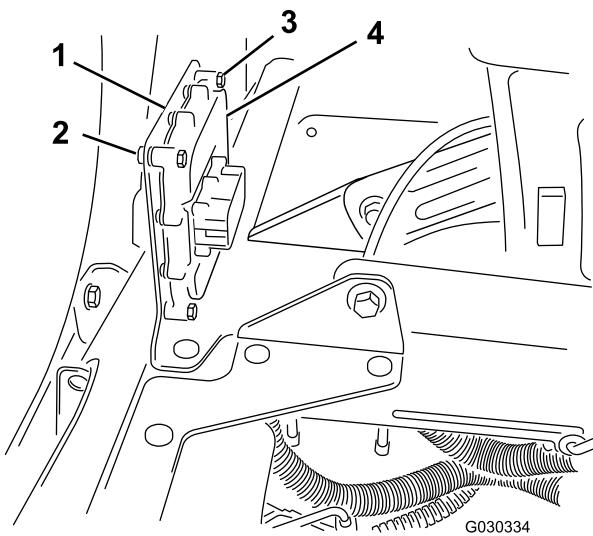

Рисунок 8
3. Прикрепите электронный регулятор к монтажному кронштейну с помощью 4 болтов (1/4 x 1-1/8 дюйма) и 4 контргаек (1/4 дюйма), как показано на Рисунок 8.